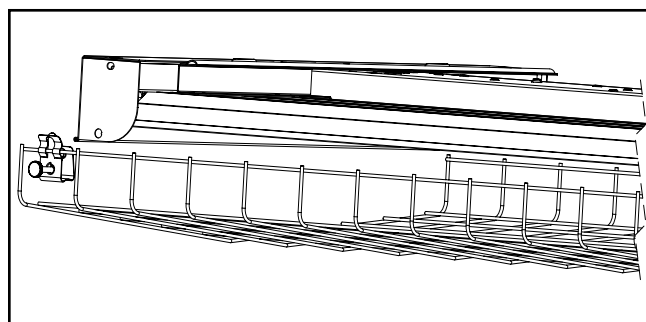

Figure 2.
2. Installez les attaches sur l'écran de protection. Assurez-vous que les trous de montage des attaches sont alignés avec les trous défonçables (Figure 2.).
3. Installez les vis à ailettes pour fixer le tout (Figure 2.).